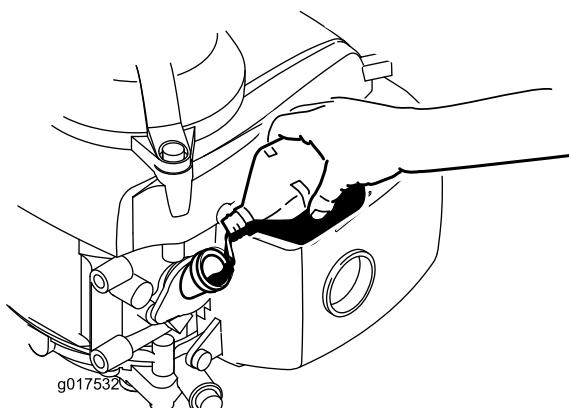

図 6
3. ゆっくりと補給穴からオイルを入れ、3分間待ってからきれいに拭いたディップスティックを差し込み、但しねじ込まないようにして穴の奥まで入れる図 6。